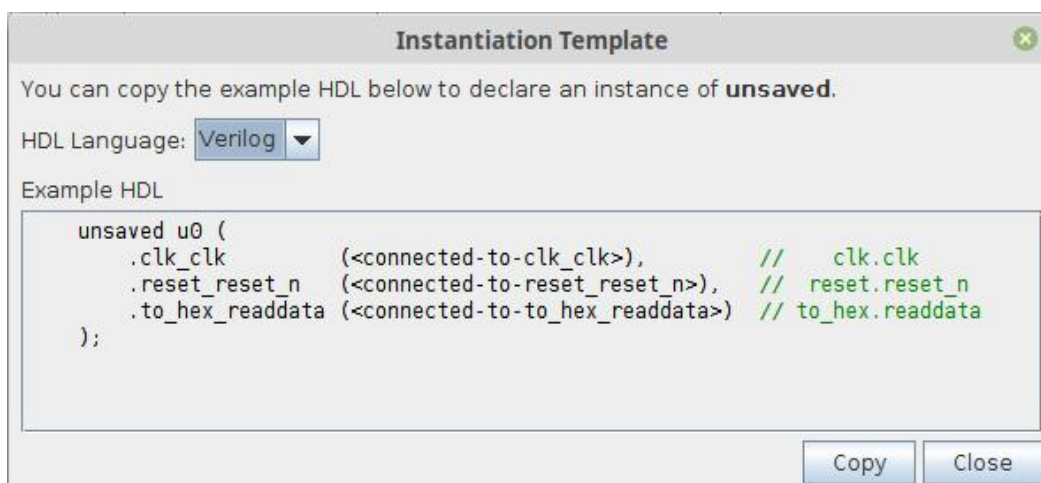

Рис. 33. Шаблон для використання системи
18. Збережіть створену систему під назвою *embedded_system*. Оберіть меню *Generate* → *Show Instantiation Template*. Ви побачите вікно, показане на рис. 33.